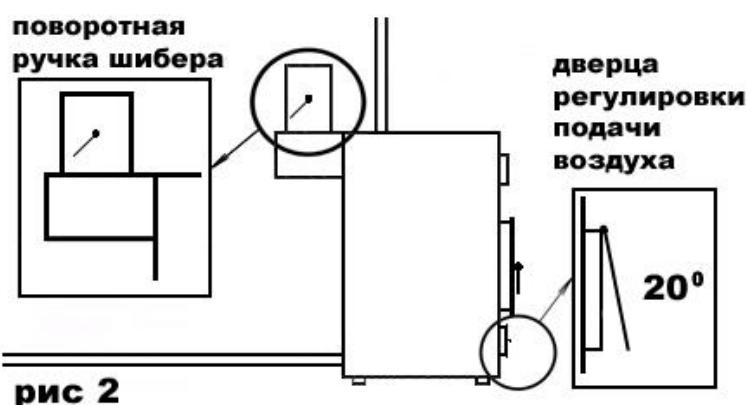

Рис. 2
8. – после этого дверцу регулировки подачи воздуха необходимо прикрыть, на половину (рис. 2), так чтобы через воздушный зазор не выхлапывался дым, если дым будет выхлапываться, то прикройте дверцу регулировки подачи воздуха еще, но не полностью,